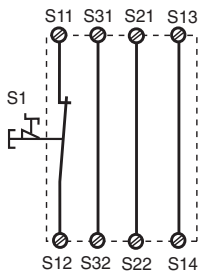

Fig. 2: Circuito de entrada monocal, rearme automático/Circuito di ingresso monocale, start automatico/Eenkanalig ingangscircuit, automatische start
En las Fig. 2 ... a Fig. 11 se presentan ejemplos de conexión para modo de conexión de parada de emergencia con rearme automático y manual, control de puerta protectora así como multiplicación de contactos mediante contactores externos.
- Fig. 2 y 7: **no hay** conexión S33-S34
In Fig. 2 ... Fig. 11 sono riportati degli esempi di collegamento per il cablaggio dell'arresto di emergenza con start automatico e controllato, per il controllo finecorsa di ripari mobili, nonché per l'aumento del numero dei contatti mediante relè esterni.
- Fig. 2 e 7: **nessun** collegamento S33-S34
In fig. 2 ... fig. 11 worden aansluitvoorbeelden gegeven van noodstop-schakeling met automatische en bewaakte start, hekbewaking en contactvermeerdering door middel van externe magneetschakelaars.
- Fig. 2 en 7: **geen** verbinding S33-S34